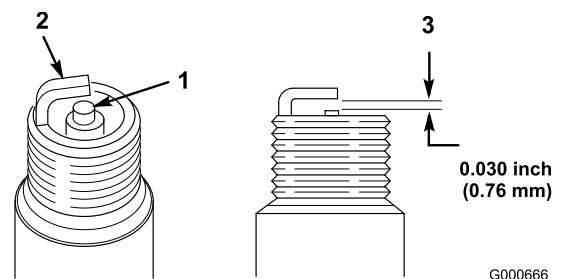

Figure 27
1. Examinez le centre de la bougie (Figure 27). Si le bec de l'isolateur est recouvert d'un léger dépôt gris ou brun, le moteur fonctionne correctement. S'il est recouvert d'un dépôt noir, cela signifie généralement que le filtre à air est encrassé.
2. Contrôlez l'écartement entre les électrodes centrale et latérale (Figure 27) et pliez l'électrode latérale si l'écartement est incorrect.